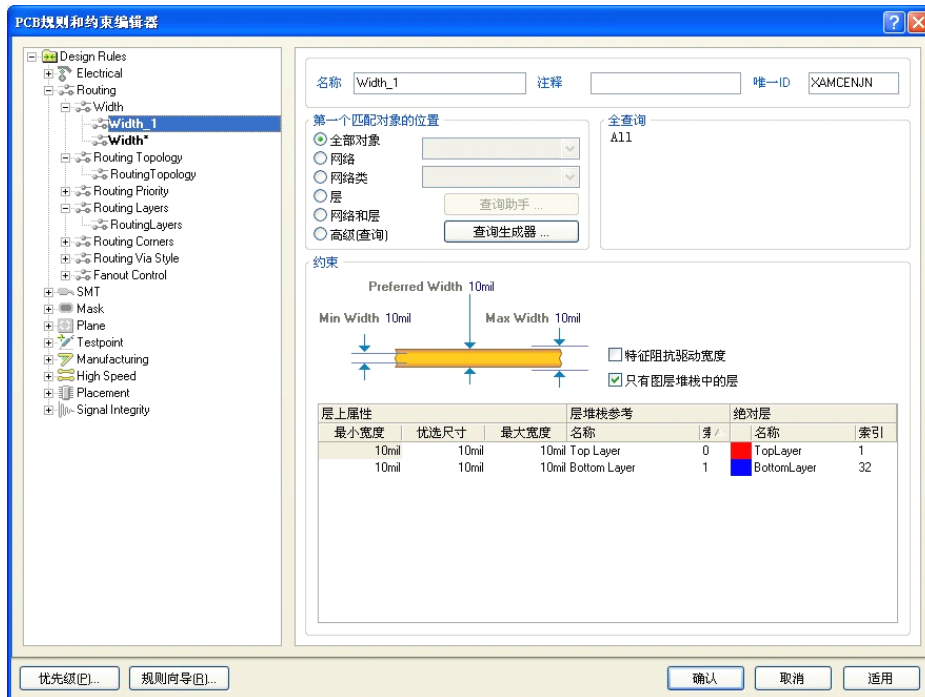

图 4-12-17 “设置布线宽度”对话框
② 选择【新建规则】命令，在 Width 中添加一个名为 Width-1 的规则。单击新建的 Width_1 规则，弹出“设置布线宽度”对话框，如图 4-12-17 所示。
⑤ 单击【全部对象】左侧的下拉列表框。如图 4-12-17 所示。